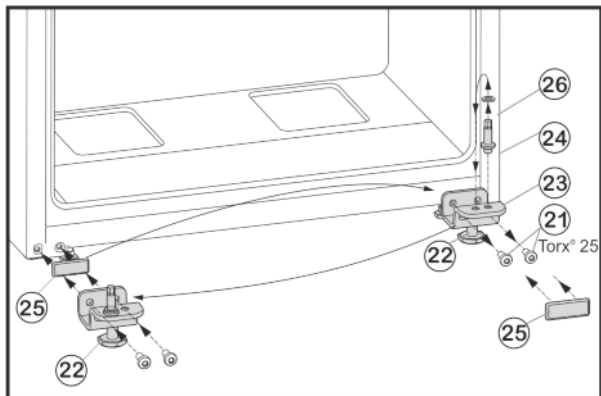

Fig. 6
- ▶ Открутите крепежные винты Fig. 6 (21).
- ▶ Снимите нижний опорный кронштейн Fig. 6 (23) вместе с опорным пальцем Fig. 6 (24), шайбой Fig. 6 (26) и регулируемой опорой Fig. 6 (22).
- ▶ Открутите опорный палец Fig. 6 (24) вместе с шайбой Fig. 6 (26) и, переставив в отверстие на противоположной стороне опорного кронштейна, снова прикрутите.
- ▶ Аккуратно снимите защитную пластину Fig. 6 (25) и переставьте ее на противоположную сторону.
- ▶ Прикрутите нижний опорный кронштейн Fig. 6 (23) вместе с опорным пальцем Fig. 6 (24), шайбой Fig. 6 (26) и регулируемой опорой Fig. 6 (22) с другой стороны шарнира (с моментом 4 Нм), при необходимости используйте аккумуляторный шурупверт.
- ▶ Установите нижнюю дверцу сверху на опорный палец Fig. 6 (24).
- ▶ Вставьте средний опорный кронштейн (13) с поворотом на 180° в нижнюю дверцу и прикрутите с помощью крепежных винтов (11) (2 шт. Torx® 25) на новую сторону шарнира (с моментом 4 Нм).
- ▶ Снова установите пластиковую шайбу (10).
- ▶ Выверните регулирующую опору Fig. 6 (22) на нижнем опорном кронштейне Fig. 6 (23) до ее соприкосновения с полом.